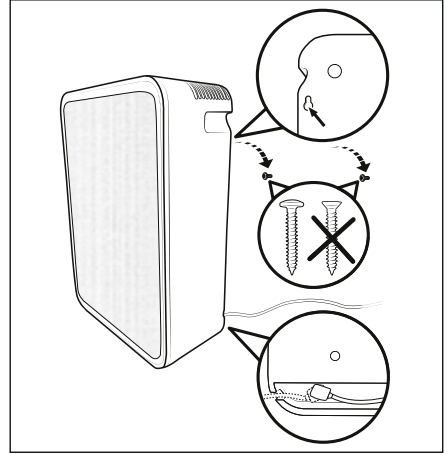

Abb. 4
- ◆ Drehen Sie jeweils eine Linsenkopfschraube in die zwei Dübel. Lassen Sie die Linsenkopfschrauben ca. 5 mm aus den Dübeln ragen, damit Sie genügend Platz haben, um das Gerät einzuhängen (siehe Abb. 4).
- ◆ Stecken Sie den Hohlstecker des Netzadapters **10** in die Steckerbuchse **5** des Geräts (siehe Abb. 4).
- ◆ Hängen Sie das Gerät mit den zwei Aufhängeösen an die zwei Linsenkopfschrauben (siehe Abb. 4).
- ◆ Heben Sie das Gerät leicht von der Wand ab. Führen Sie das Kabel des Netzadapters **9** durch den Kabelschacht des Geräts nach links oder rechts außen (siehe Abb. 4).